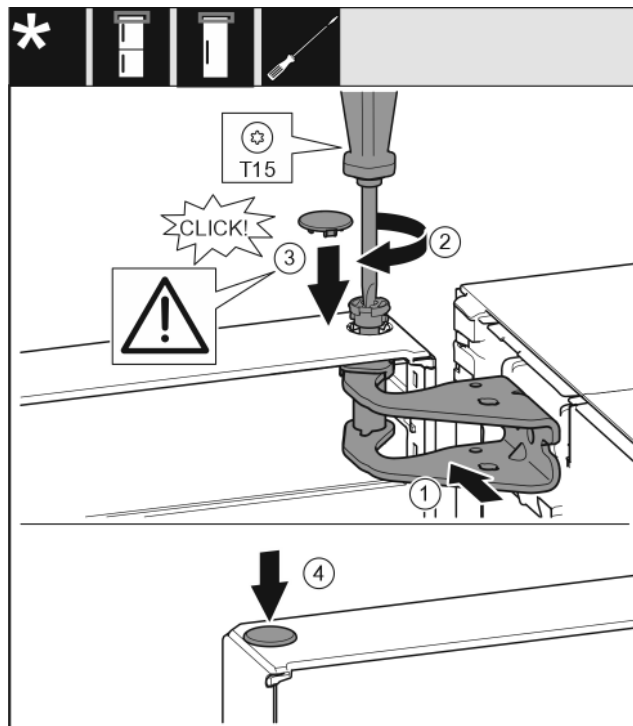

Fig. 20
- ▶ Выровняйте дверь вверху по отверстию в опорном кронштейне. Fig. 20 (1)
- ▶ Вставьте палец и затяните отверткой T15. Fig. 20 (2)
- ▶ Установите предохранительную крышку для защиты двери: Вставьте предохранительную крышку и проверьте, прилегает ли она к двери. В ином случае вставьте палец полностью. Fig. 20 (3)
- ▶ Вставьте заглушку. Fig. 20 (4)